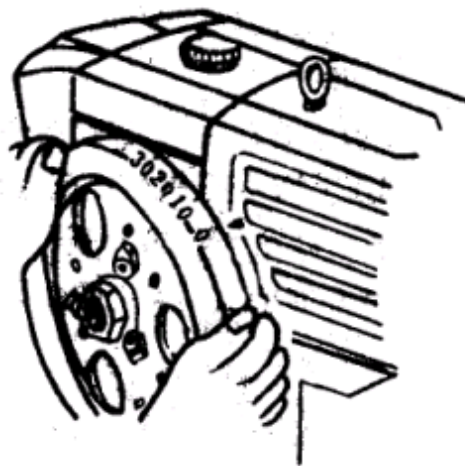

Рис. 18 Отметка ВМТ на маховике
- (1) Медленно проворачивайте вручную маховое колесо, пока не почувствуете сопротивление.
- (2) Поверните рычаг понижения давления, чтобы выпустить сжатый воздух, и проверните маховик на четверть оборота таким образом, чтобы отметка ВМТ (верхняя мертвая точка) на маховике совпала со стрелкой на бачке (или корпусе конденсатора). Это будет означать, что оба клапана закрыты. См. рис. 18.